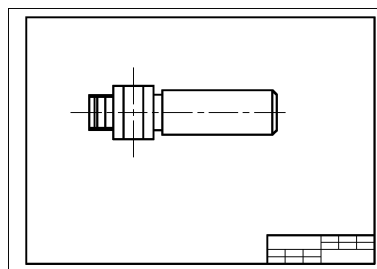

图 11-9 修剪左端线条示例
6) 修剪左端构造线。选择“修改”面板→“修剪”命令，以左端最外面的 4 条构造线为边，修剪多余线条，结果如图 11-9 所示。